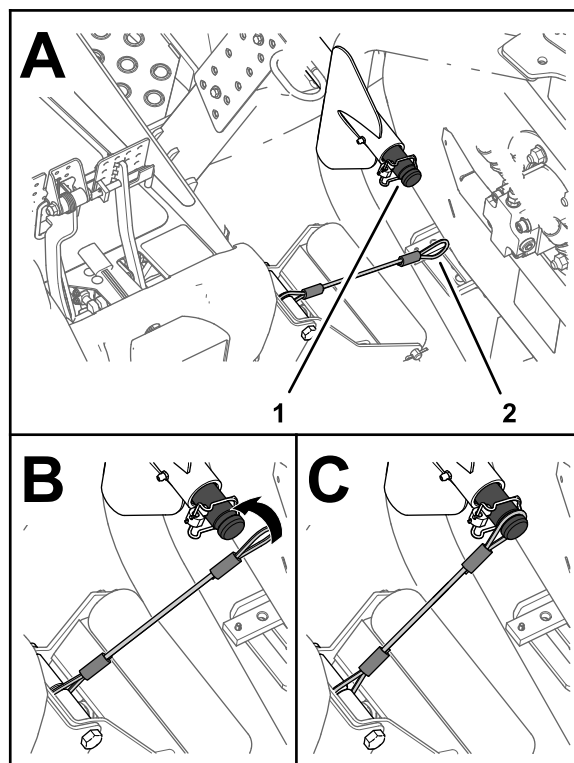

Figura 65
5. Allineate il cordino all'albero portante del braccio di sollevamento dell'apparato di taglio anteriore esterno (Figura 65).
6. Fate scorrere l'occhiello del cordino sull'albero portante fino a quando non è completamente inserito nella scanalatura sull'albero (Figura 65).